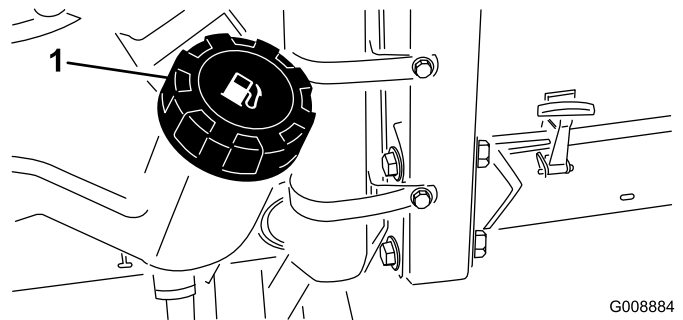

Figure 37
1. Nettoyez la surface autour du bouchon du réservoir de carburant (Figure 37).